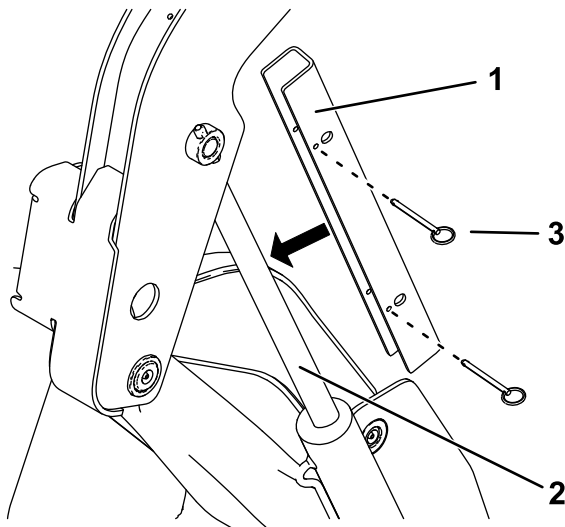

Figura 31
5. Posicione o bloqueio do cilindro sobre a barra do cilindro de elevação (Figura 31).